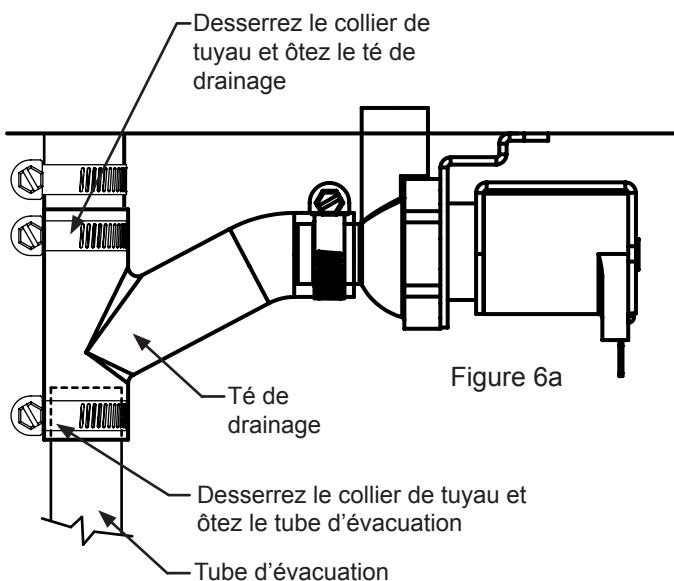

Figure 6a
7) Desserrez le collier de tuyau en bas du té de drainage, et sortez le tube d'évacuation de ce té de drainage (Voyez la Figure 6a).
8) Desserrez le collier de tuyau en haut du té de drainage, et sortez ce té de drainage du connecteur (Voyez la Figure 6a).